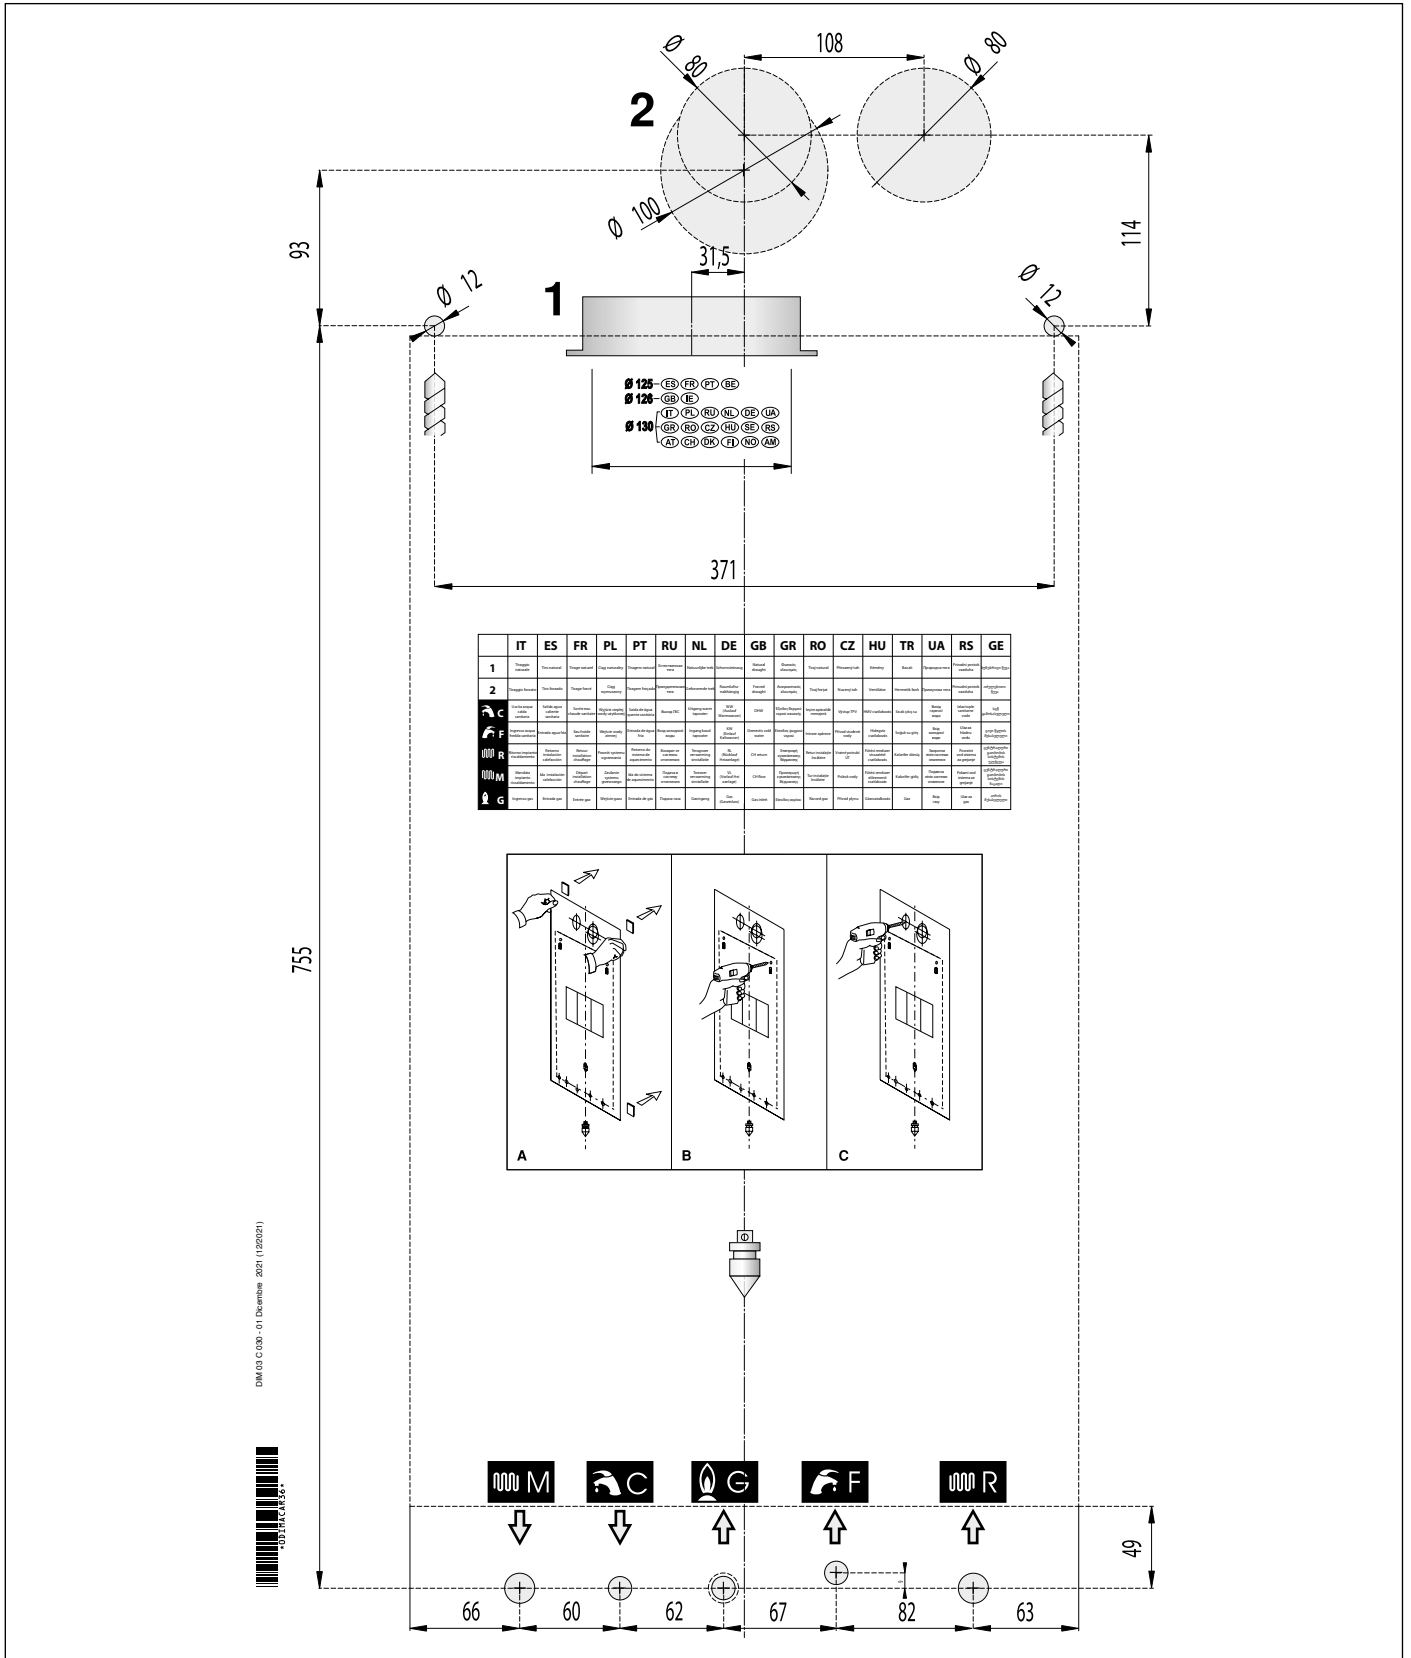

Рис. 11 Паперовий шаблон.
- монтажний паперовий шаблон (див. Рис. 11 Паперовий шаблон.);
Кожний котел забезпечений спеціальним паперовим шаблоном, що знаходиться в упаковці (див. Рис. 11 Паперовий шаблон.).